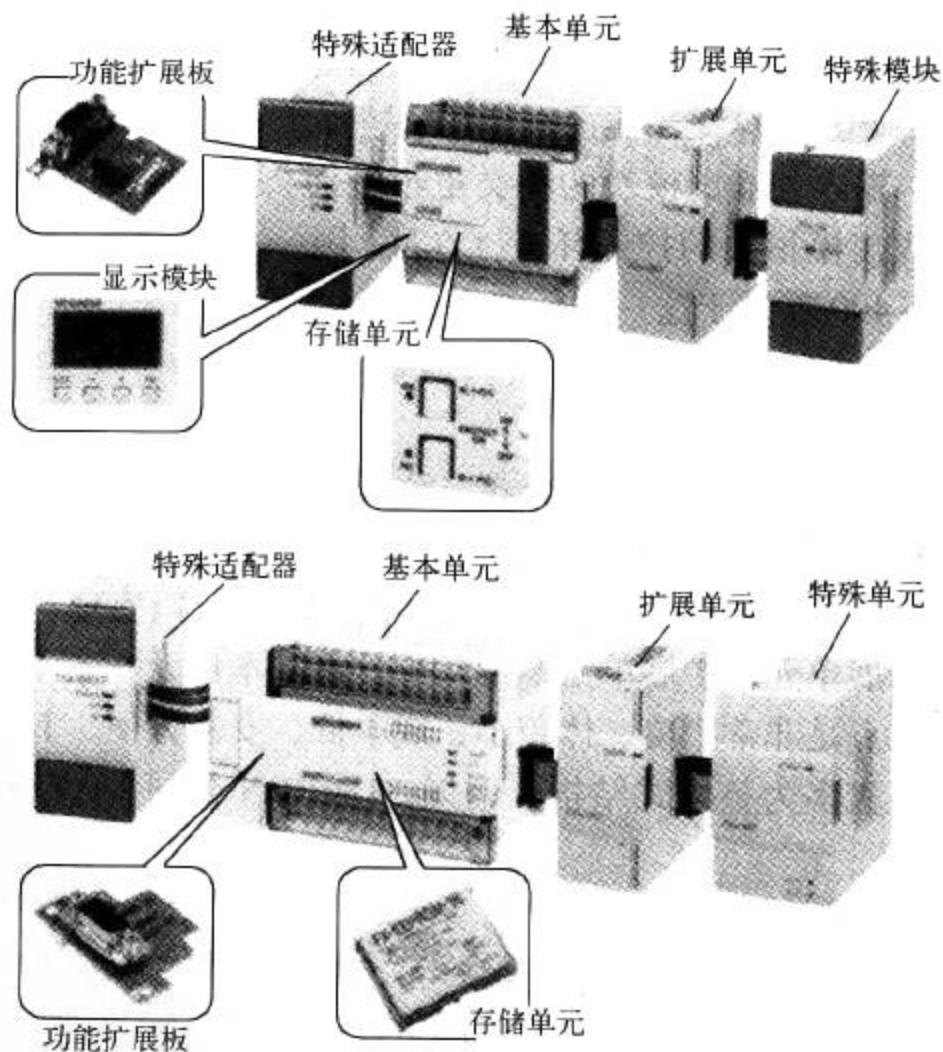

图 1-3 叠装式 PLC
3) 叠装式 叠装式结构集整体式结构的紧凑、体积小、安装方便和组合式结构的 I/O 点搭配灵活、模块尺寸统一、安装整齐的优点于一身。它也是由各个单元的组合构成。其特点是 CPU 自成独立的基本单元（由 CPU 和一定的 I/O 点组成），其他 I/O 模块为扩展单元。在安装时不用基板，仅用电缆进行单元间的连接，各个单元可以一个个地叠装，使系统达到配置灵活、体积小巧。例如，SIEMENS 公司的 S7-200 PLC 就是采用了叠装式结构的小型 PLC，如图 1-3 所示。